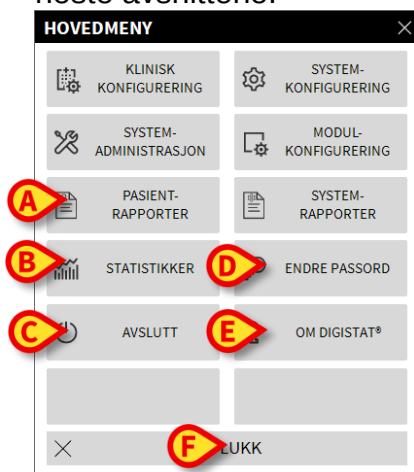

Fig 21
De andre knappene, angitt på Fig 21, gir tilgang til egenskaper og funksjoner som noen brukere kan utføre (i henhold til deres rettighetsnivå). Disse beskrives i de neste avsnittene.
- **Pasientrapporter** - (Fig 21 A, se side 45)
- **Statistikker** - (Fig 21 B, se side 50)
- **Avslutt** - (Fig 21 C, se side 52)
- **Endre passord** - (Fig 21 D, se side 50)
- **Om** - (Fig 21 E, se side 51)
- **Lukk** (Fig 21 F) lukker “Hovedmeny”-vinduet
PASIENTRAPPORTER-knappen (Fig 21 A) gir tilgang et sett med alternativer som gjør det mulig for brukeren å skrive ut rapporter av forskjellige slag for den valgte pasienten. Knappen åpner en meny som inneholder forskjellige alternativer.